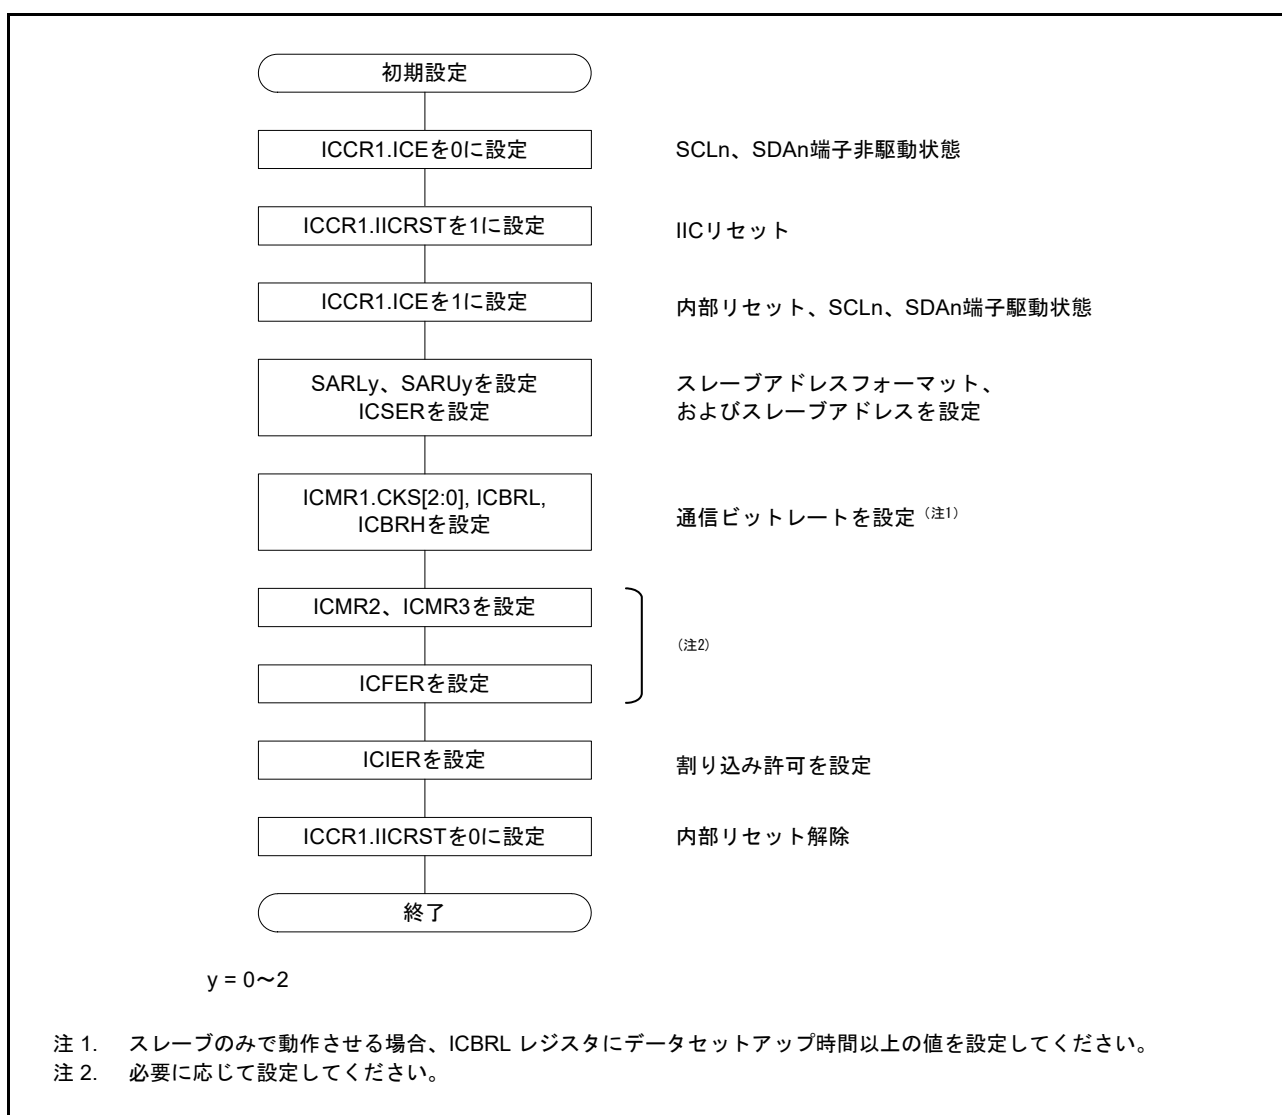

図 34.5 IIC の初期化フローチャート例
データの送受信を開始する前に、図 34.5 に示す手順に従って IIC を初期化してください。
4. SARL_y、SARU_y、ICSER、ICMR1、ICBRH、ICBRL の各レジスタ (y = 0 ~ 2) を設定します。必要に応じて、それ以外のレジスタも設定します。IIC の初期設定は、図 34.5 を参照してください。